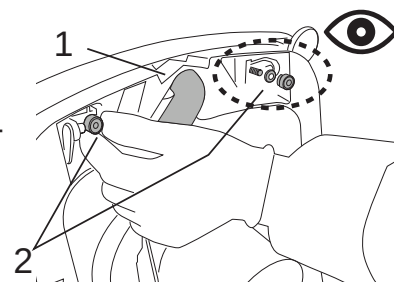

Fig.39
- Desenganche el tubo de aspiración del secador de suelo (Fig. 39-Ref. 1).
- Desenrosque los volantes (Fig. 39-Ref. 2).